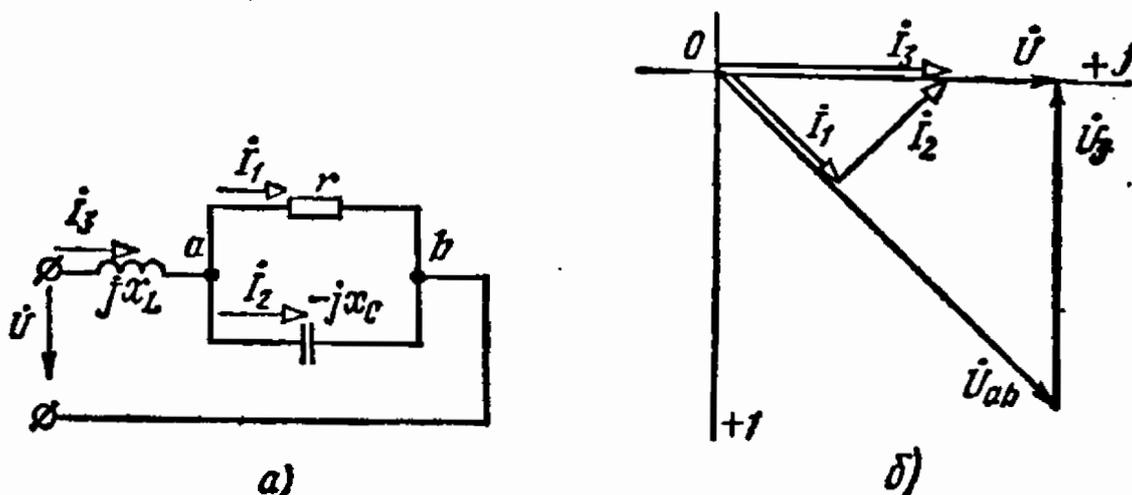

Рис. 4.34
4.34. Сопротивления цепи схемы рис. 4.34, а при заданной частоте источника питания равны: $r = 5$ Ом, $x_C = 5$ Ом и $x_L = 2,5$ Ом.
Для построения топографической диаграммы рис. 4.34, б заданной цепи необходимо определить еще напряжение неразветвленного участка: